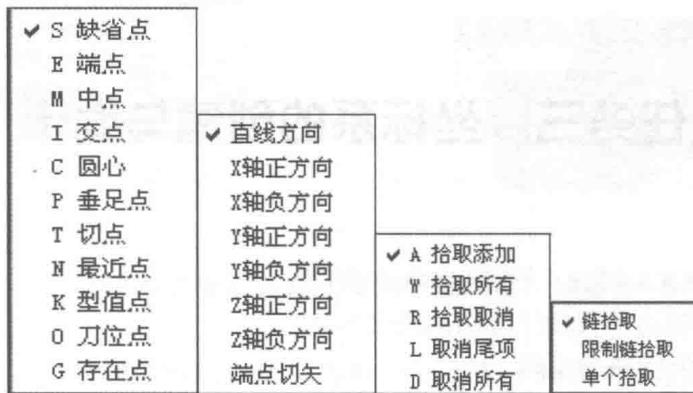

图 1-1 空格键弹出的菜单
- (1) 当系统要求输入点时, 按空格键弹出“点工具”菜单, 显示点的类型。
- (2) 有些操作(如作扫描面)中需要选择方向, 这时按空格键, 弹出“矢量工具”菜单。
- (3) 在有些操作(如进行曲线组合等)中, 要拾取元素时, 按空格键, 可以进行拾取方式的选择。如图 1-1 所示。